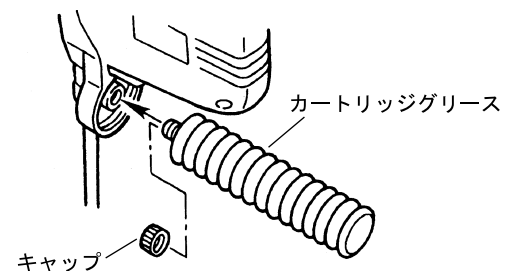

Fig.3
- 3) カートリッジグリースのキャップをねじ戻して外し、カートリッジグリースを本体内のネジ部に取付けてください。(Fig.3)